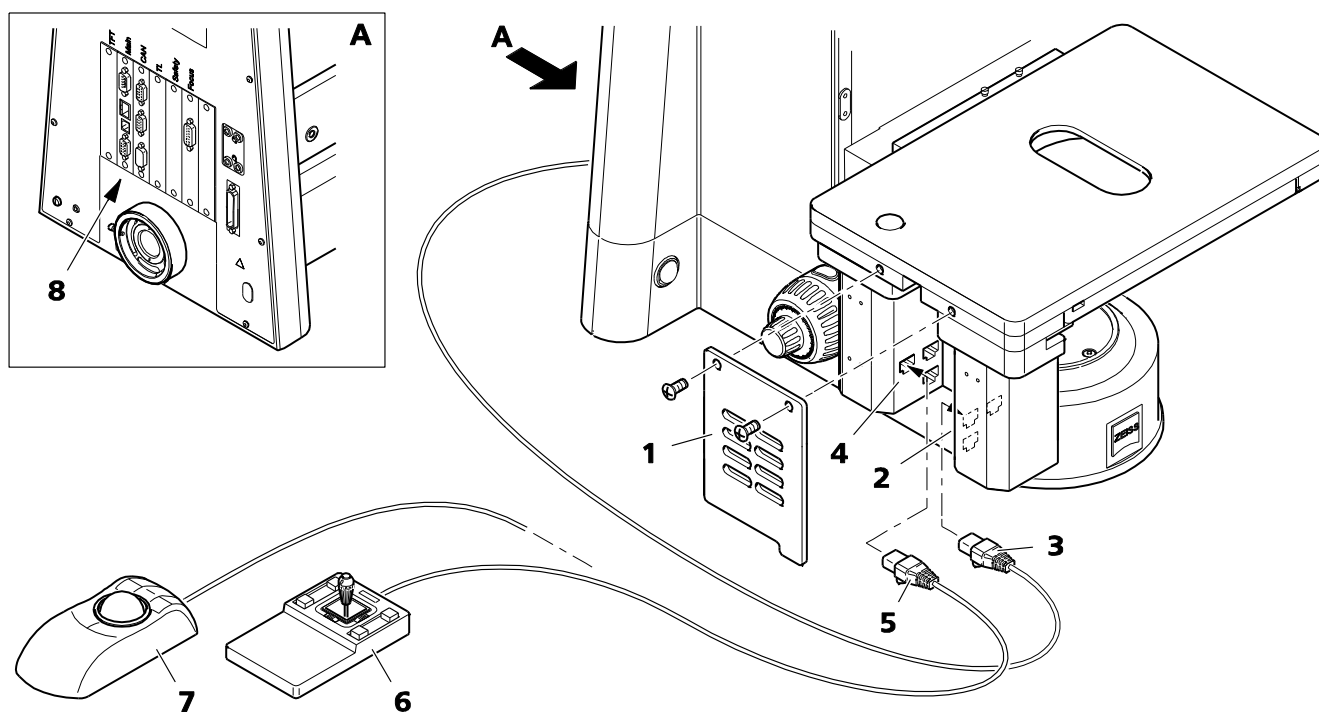

Fig. 72 Montage de la platine mécanique 75 x 50 mot. CAN et connexion du joystick / de la boule de pointage
- Retirer le capot (Fig. 72/1) en desserrant les deux vis.
- En fonction de l'utilisation, insérer la fiche de connexion CAN (Fig. 72/5) du joystick (Fig. 72/6) ou de la boule de pointage (Fig. 72/7) dans la prise de connexion de la platine mécanique (Fig. 72/4).
- Brancher la prise de connexion CAN de la platine mécanique (Fig. 72/2) à celle située à l'arrière du statif (Fig. 72/8) à l'aide d'un câble bus CAN (Fig. 72/3).
- Remettre le couvercle (Fig. 72/1) en place.